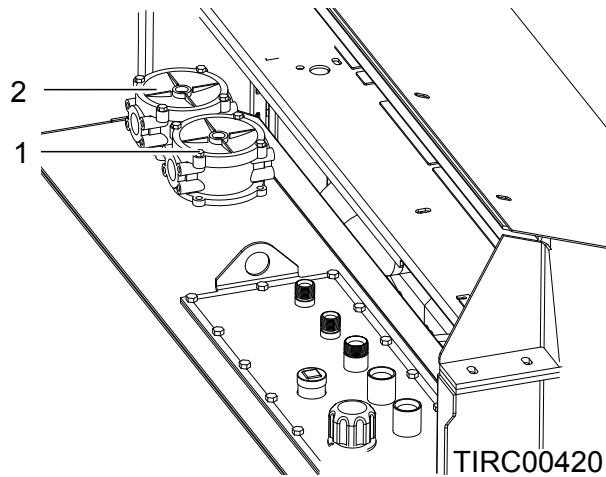

Figure 9.30 - Terugloopfilters
7. Draai de bouten (item 1) van elk filter los, zie afb. 9.30. (Gebruik een moersleutel van 13 mm.)
8. Draai de bovenplaat (item 2) iets om hem te verwijderen.